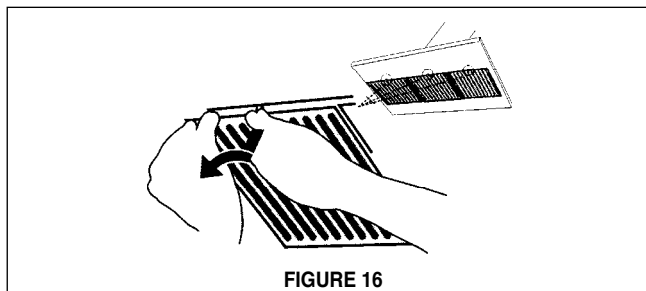

FIGURE 16
6. Installer les filtres. Note : Lors de l'installation du filtre, tirer/faire tourner le bouton avec une main, et tenir le filtre en place avec l'autre main pour qu'il ne tombe pas sur la table de cuisson. Saisir l'un des filtres de telle sorte que le bouton soit orienté vers le bas et vers l'arrière de la hotte (de la FIGURE 16). Insérer l'extrémité du filtre ne comportant pas le bouton dans la rainure de retenue à l'avant de la hotte. Tirer sur le bouton et le tourner vers la gauche (sens antihoraire) de telle sorte que le levier de verrouillage ne fasse pas saillie hors du filtre. Insérer l'extrémité comportant le bouton dans la rainure de retenue à l'arrière de la hotte. Tourner le bouton vers la droite (sens horaire) pour verrouiller le filtre en place.